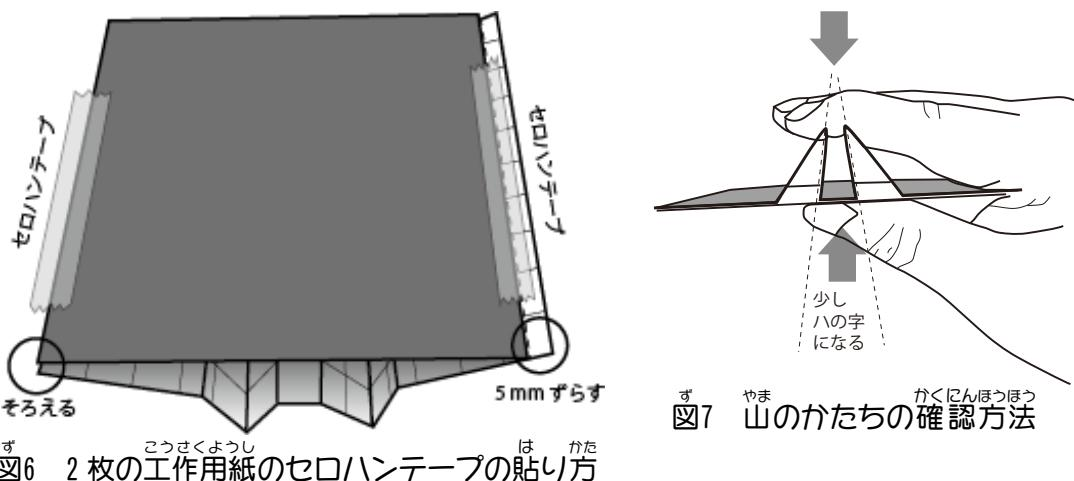

図6 2枚の工作用紙のセロハンテープの貼り方
5) 図6のように2枚の工作用紙の方眼面を向かい合わせます。片方のはしをそろえてセロハンテープで固定します。もう片方は5mmずらしてセロハンテープで固定します。
6) 工作用紙を手でおさえたとき山の形が図7のようになっているか確認しましょう。図7のようにならないときは、図6の右側の工作用紙のずらす長さを変えてセロハンテープを貼り直します。